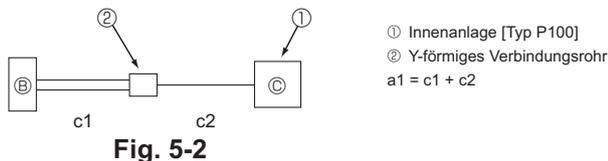

Fig. 5-2
*1 Auch wenn beim Anschluss der P100 Innenanlage zwei Kältemittelleitungen zwischen Abzweigkasten und Y-förmigem Verbindungsrohr verwendet werden, berechnen Sie die Leitungslängen wie bei Verwendung von nur einer Leitung. (Fig. 5-2)